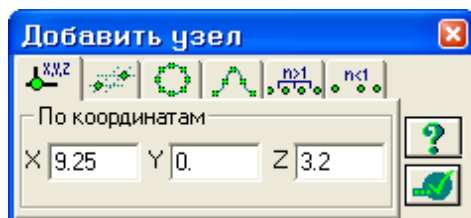

Рис.12.9. Диалоговое окно **Добавить узел**
- В этом окне задайте следующие координаты узла (рис.12.9):